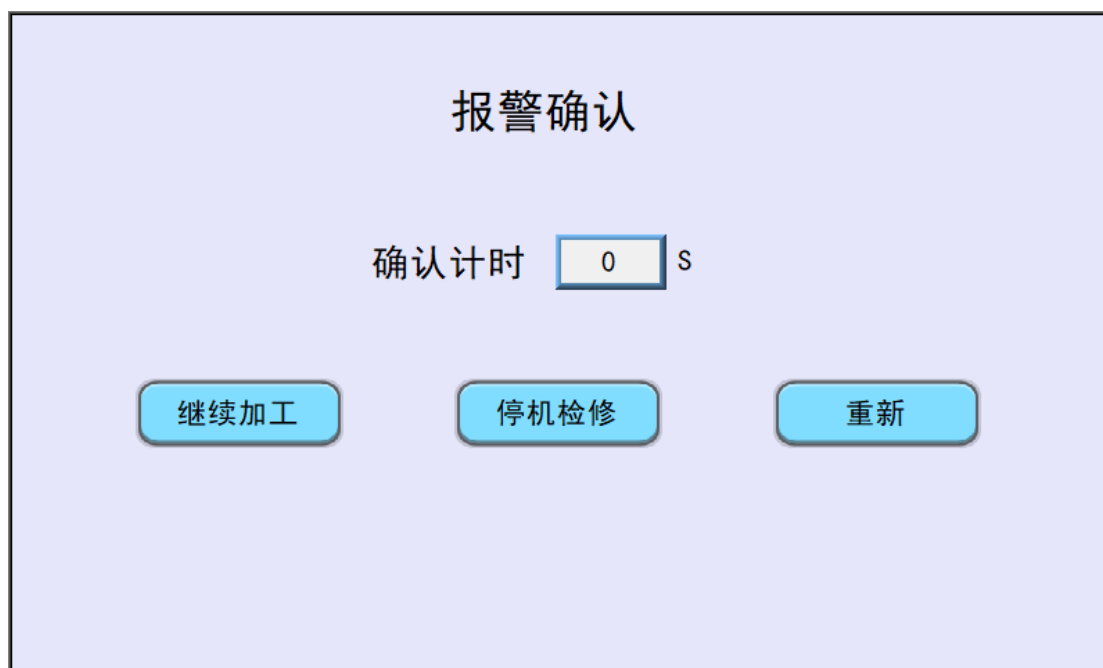

图 9 报警确认画面
1. 程序正常运行过程中，若触发安全光栅，则设备进入“报警确认状态”，工业机器人速度降至当前速度的20%运行，三色灯的黄灯1Hz闪烁报警，触摸屏弹出报警确认画面（图9所示），并从零开始计时。